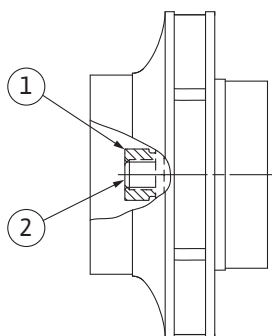

Fig. 106: Correcte positie van de waaiermoer na de installatie
8. Houd de as vast met een steeksleutel (sleutelwijdte 22 mm) en draai de waaiermoer met het voorgeschreven aandraaimoment vast (zie de tabel „Aandraaimomenten” [► 389]). De moer (Fig. 106, pos. 1) moet ongeveer $\pm 0,5$ mm gelijk liggen met het uiteinde van de as (Fig. 106, pos. 2). Als dit niet het geval is, draai de moer dan los en herhaal de stappen 4 – 8.
9. Verwijder de steeksleutel en monteer het beschermplaatje (Fig. I, pos. 27) weer.